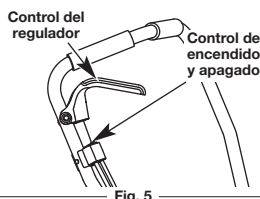

Fig. 5
NOTA: No hay necesidad de arrancar la unidad. El control de Encendido/ Apagado está en la posición **ENCENDIDO (I)** en todo momento (Fig. 5).
2. Coloque el control de encendido y apagado en posición de **APAGADO (O)** (Fig. 5).